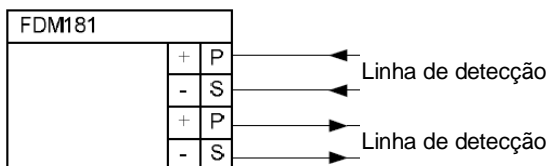

Fig. 3
2. Conecte a linha de alimentação aos terminais do componente eletrônico de acordo com o diagrama de conexão (ver Fig. 3).